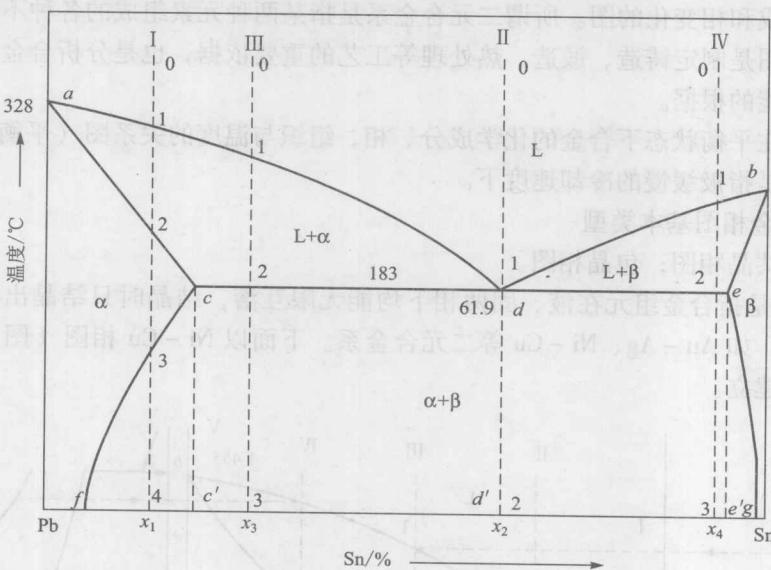

图 1-9 Pb-Sn 合金相图及成分线
- ② 匀晶转变是由液相直接结晶成单相固溶体的结晶转变。
- b. 图 1-9 所示为 Pb-Sn 合金相图及成分线。